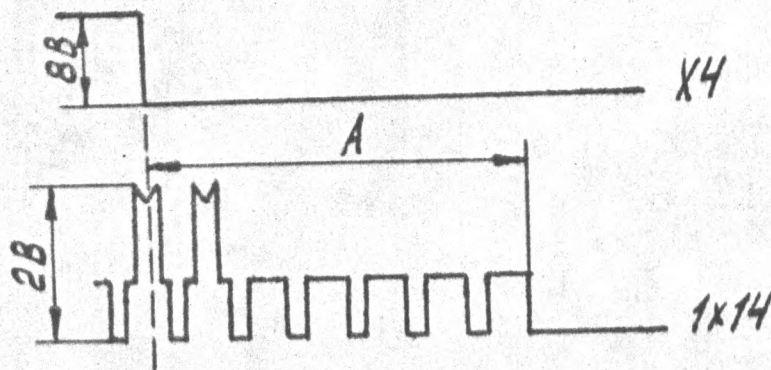
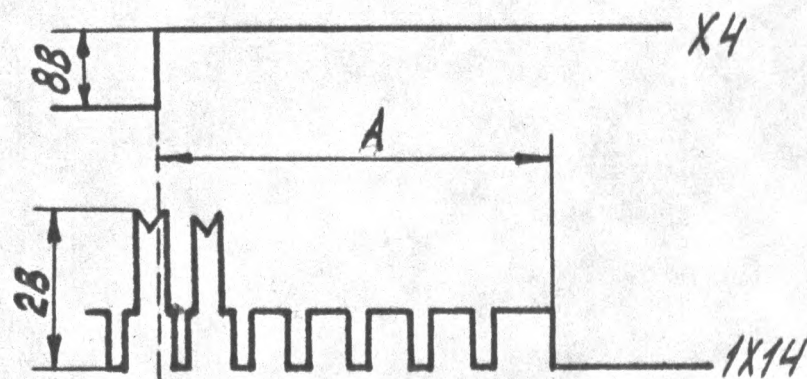

РИС.7.3.
РИС. 7.4
7.2.5.3. ЗАСИНХРОНИЗИРУЙТЕ ОСЦИЛЛОГРАФ С1-79 ОТ ОТРИЦАТЕЛЬНОГО ФРОНТА СИГНАЛА КОНТРОЛЬНОЙ ТОЧКИ X4 И С ПОМОЩЬЮ РЕЗИСТОРА А5-R155 УСТАНОВИТЕ КОММУТИРУЮЩИЕ ИМПУЛЬСЫ НА РАССТОЯНИИ $A=(6-7)$ СТРОК ОТ ИМПУЛЬСА СИНХРОНИЗАЦИИ ПОЛЯ, КАК ПОКАЗАНО НА РИС.7.3. ЗАТЕМ ЗАСИНХРОНИЗИРУЙТЕ ОСЦИЛЛОГРАФ С1-55 ОТ ПОЛОЖИТЕЛЬНОГО ФРОНТА СИГНАЛА КОНТРОЛЬНОЙ ТОЧКИ X4 И С ПОМОЩЬЮ РЕЗИСТОРА А5-R151 УСТАНОВИТЕ КОММУТИРУЮЩИЕ ИМПУЛЬСЫ НА РАССТОЯНИИ $A=(6-7)$ СТРОК ОТ ИМПУЛЬСА СИНХРОНИЗАЦИИ ПОЛЯ, КАК ПОКАЗАНО НА РИС.7.4.
7.2.6.4. ЗАСИНХРОНИЗИРУЙТЕ ОСЦИЛЛОГРАФ С1-79 ОТ СИГНАЛА КОНТРОЛЬНОЙ ТОЧКИ X4 И РЕЗИСТОРОМ А5-R147 УСТАНОВИТЕ КОММУТАЦИОННУЮ ЛИНИЮ НА РАССТОЯНИИ $A = (6-7)$ СТРОК ОТ ИМПУЛЬСА СИНХРОНИЗАЦИИ ПОЛЯ, КАК ПОКАЗАНО НА РИС.7.4.